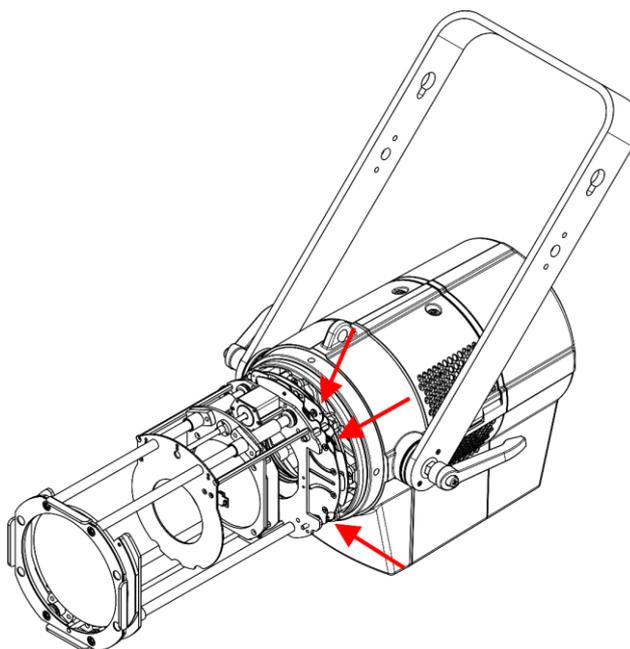

Fig. 09
02) Mueva los controles de obturación para posicionar los obturadores (Fig. 09). Hay 6 controles de obturación (2 por obturador).